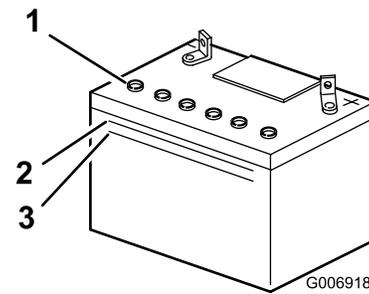

Figura 34
2. Mire hacia el lateral de la batería. El electrolito debe llegar a la línea superior (Figura 34).
Nota: no permita que el electrolito esté por debajo de la línea inferior (Figura 34).
2. Retire los tapones de llenado (Figura 34).
3. Vierta lentamente agua destilada en cada célula de la batería hasta que el nivel llegue a la parte inferior del tubo (Figura 34).